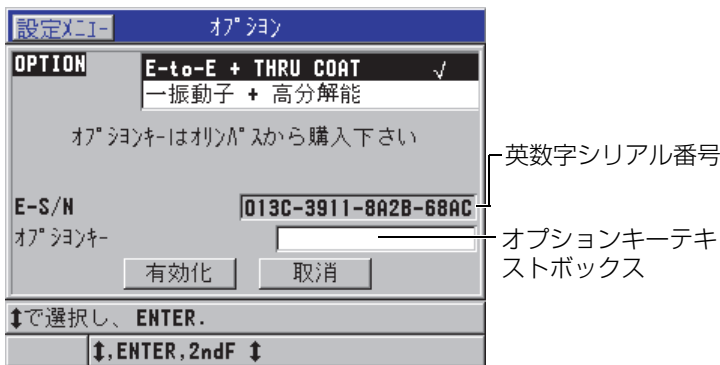

図 6-1 オプション画面
2. SP メニュー（55 ページの図 4-2 を参照）で、オプション（81 ページの図 6-1 を参照）を選択し、ES/N フィールドに表示される 16 桁の英数字シリアル番号を書き留めておいてください。
4. オプション画面（81 ページの図 6-1 を参照）で、以下の操作を行います。